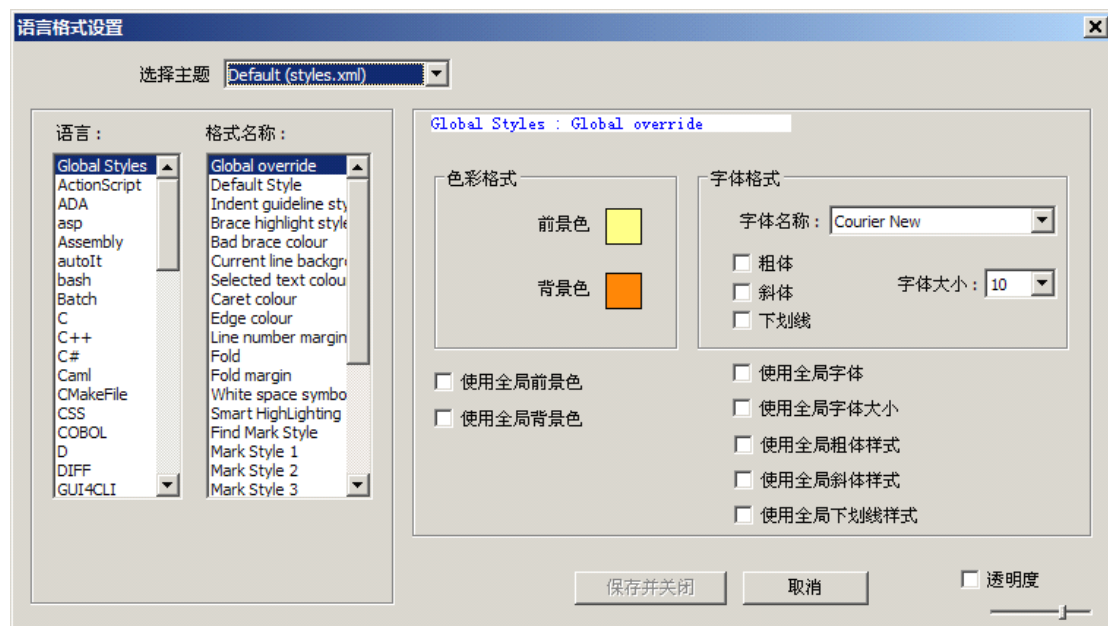

图 3-4-1
第一步：点击菜单【语言 (L)】，然后选择【语言格式设置】，弹出【语言格式设置对话框】，如图 3-4-1。